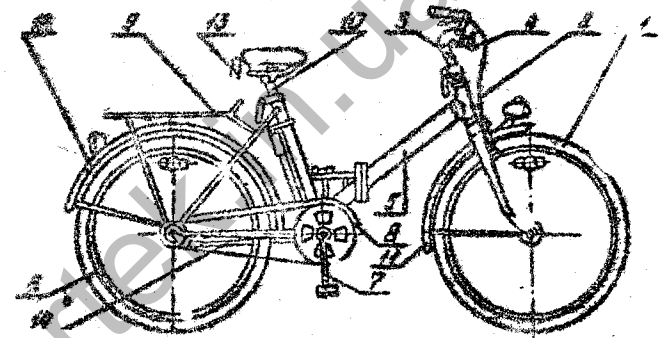

Рис. 1. Велосипед модели 113.622
3.1. Общий вид велосипедов изображен на рис. 1, 2.